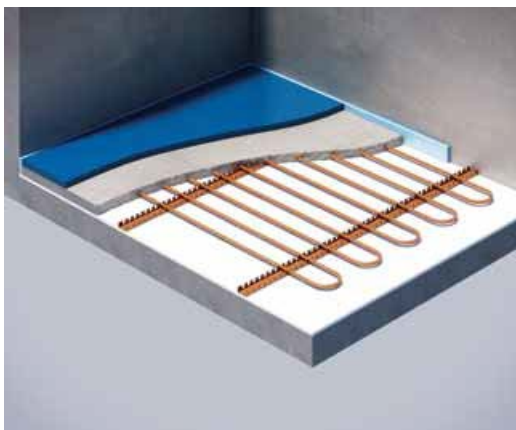

Fig. 1
- Wavin Gulvvarmerør festet med montasjeskinne innstøpt i betong eller avrettingsmasse (Fig. 1)